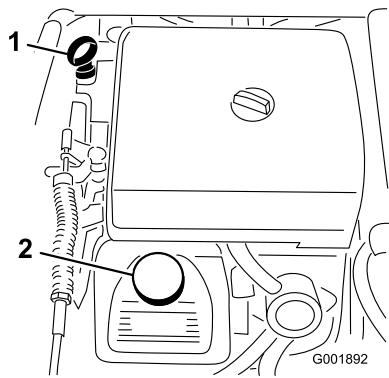

図 49
- ディップスティックを抜き、ウェスで一度きれいに拭く(図 49)。ディップスティックを、チューブの根元までもう一度しっかりと差し込む。ディップスティックを引き抜いて油量を点検する。
3. オイルの量が不足している場合は、バルブ・カバーについている補給口のキャップ(図 49)を取り、ディップスティックの FULL マークまで補給する。補給するときは、ディップスティックで確認しながら少量ずつ入れてください。入れすぎないよう注意してください。
8. 所要量の約 80% のオイルを補給口から入れる(図 49)。